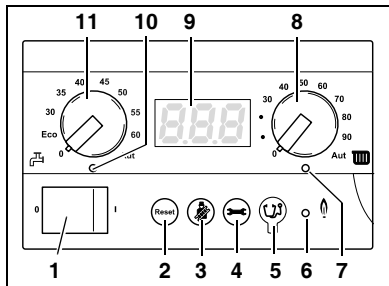

Bild 4 Grundkontroll BC10
Med strömbrytaren (bild 4, pos. 1) slår du på och stänger av värmepannan.
Om störningar uppstår kan det bli nödvändigt att starta om värmepannan med knappen "Reset" (bild 4, pos. 2).